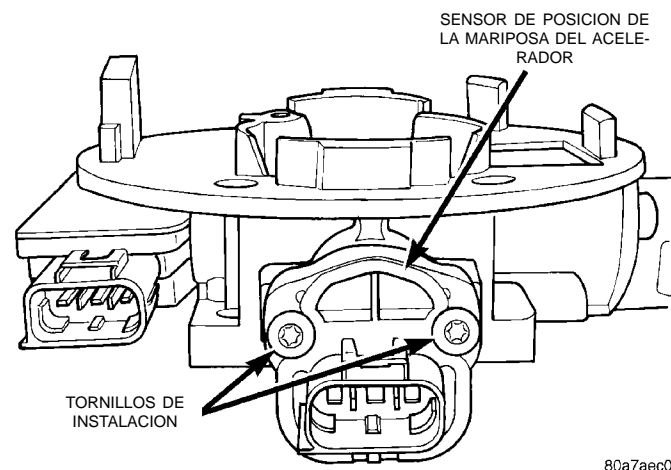

Fig. 67 Pernos de instalación del TPS—Motores de 5.2L/5.9L—Característicos
- (1) Retire el conducto de aire situado en el cuerpo de mariposa.
- (2) Desconecte el conector eléctrico del TPS.
- (3) Retire los dos pernos de instalación del TPS (Fig. 67).